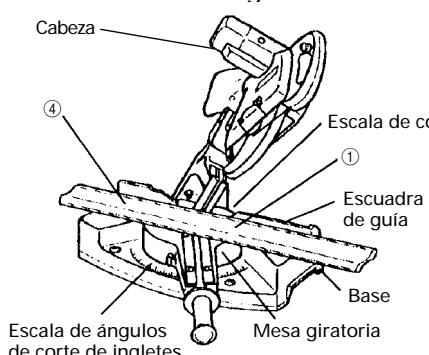

Fig. 40
**(3) Ajuste para cortar molduras en vértice a los posiciones ① y ④ de la Fig. 34 (consulte la Fig. 40, incline la cabeza hacia la derecha):**
- ① Gire la mesa giratoria hacia la derecha y ajuste el ángulo de ingletes de la forma siguiente: